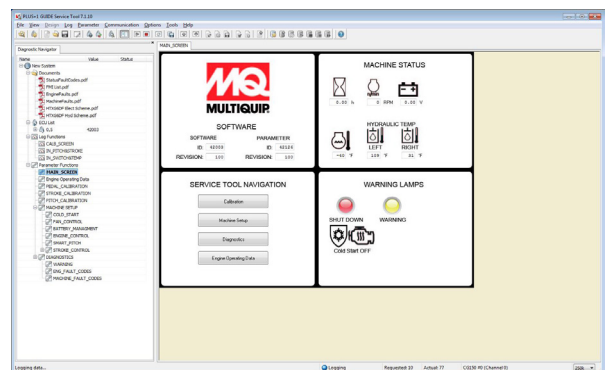
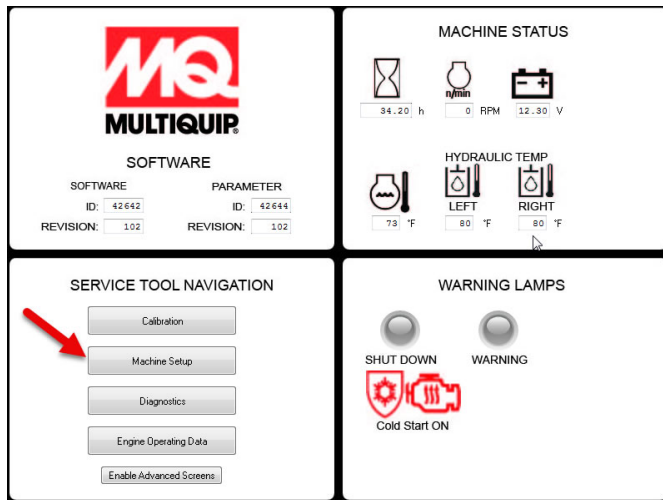

Figure 19. Écran principal de l'outil de service
Figure 20. Écran de configuration de la machine
6. Sur le logiciel Service Tool de votre ordinateur portable, l'écran principal doit afficher les informations sur le logiciel chargées à partir du MCU de la truelle et la boîte d'état de la machine affiche les voyants allumés (Figure 19).
4. Sur l'écran principal de l'outil de maintenance (Figure 19), cliquez sur le bouton « Configuration de la machine » (Figure 20).